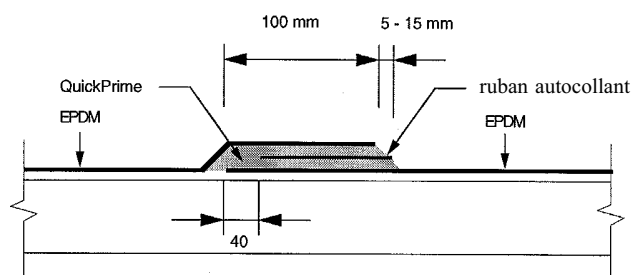

Fig. 4
- Au moyen de la bande auto-adhésive Quick Seam Splice Tape : fig. 4